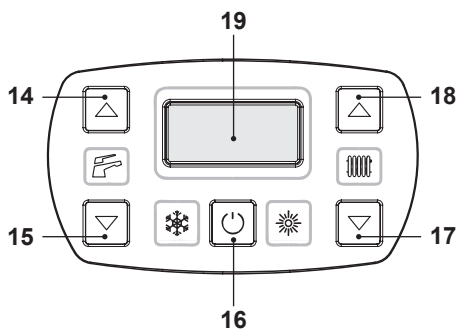
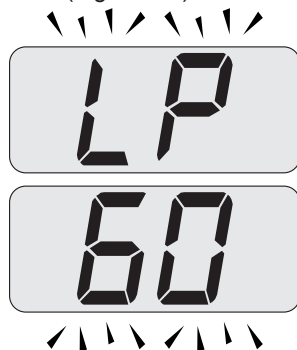

Figura 7.2
Figura 7.8
- Entrare in "modalità programmazione" premendo contemporaneamente per 10 secondi i tasti 16 - 17 - 18 (Figura 7.2) fino a far apparire sul display LCD le lettere **Pr** che si alternano con il codice **01**, indicanti l'entrata nel "parametro 01" (Figura 7.3).
- Premere contemporaneamente i tasti 17 e 18 (Figura 7.2) fino a far apparire sul display LCD le lettere **LP** che si alternano con il valore di temperatura dell'acqua di riscaldamento (es. **45**), indicanti l'entrata nell'attivazione della "funzione spazzacamino" alla potenza minima (Figura 7.4).
- Premere il tasto 18 (Figura 7.2) per entrare in modalità "spazzacamino alla potenza minima in riscaldamento". Sul display appare **hP** alternato alla temperatura dello scambiatore primario (Figura 7.5).
- Premere il tasto 17 (Figura 7.2) fino a far apparire sul display LCD le lettere **LP** che si alternano con il valore di temperatura dell'acqua di riscaldamento (es. **60**), indicanti l'entrata nell'attivazione della "funzione spazzacamino" alla potenza minima in sanitario (Figura 7.8).
- Spegnerne la caldaia tenendo premuto per 2 secondi il tasto 16 (Figura 7.2) fino a far apparire sul display LCD il simbolo  (Figura 7.9).